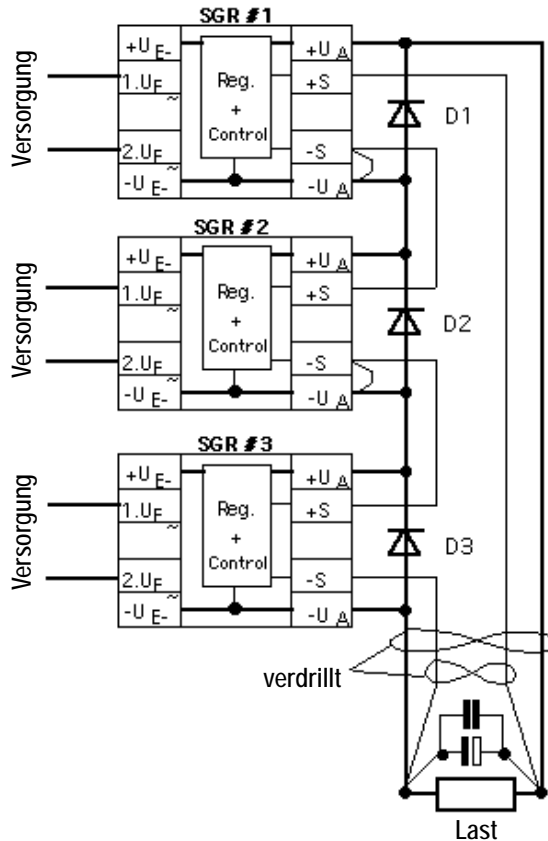

Bild 13:
4.3.4 Serienschaltung (Bild 13)